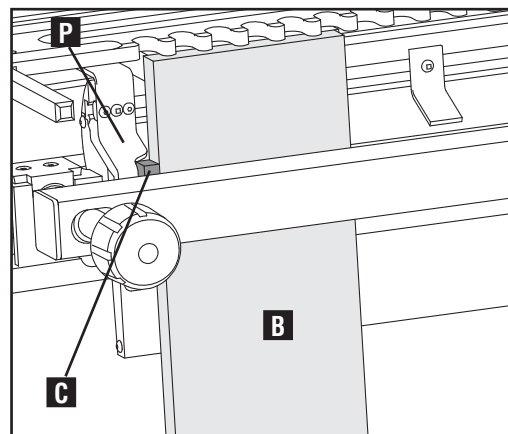

Fig. G11
2. Positionnez le hayon (B), Fig. G11, verticalement et assurez-vous qu'il y a un espace sous les doigts avec des ouvertures uniformes comme c'est décrit dans « Queues d'aronde demi-cachées à passage unique ».
3. Une fois le hayon (B) positionné et fermement tenu contre le gabarit, placez et tenez le bloc d'installation d'entretoise (C) contre le hayon. Puis, faites glisser le bord gauche du guide (P) en place et verrouillez-le à égalité avec l'entretoise.
4. Faites glisser le morceau de rebut horizontal vers l'avant, à égalité avec le bord gauche du guide (P) et à égalité avec l'arrière du hayon vertical (B), de manière à réduire le déchirement.